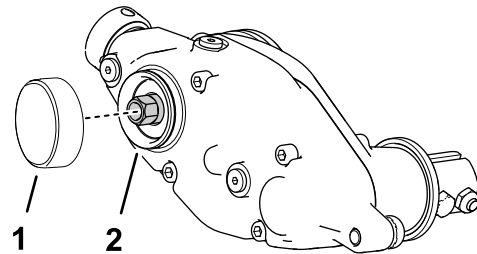

Figura 9
1. Aplique fijador de unión cilíndrica de resistencia media (como Loctite® 609 verde) alrededor de la ranura de la anilla a presión y en la superficie del diámetro externo (Figura 9).
2. Instale el tapón, tal y como se muestra en Figura 9.